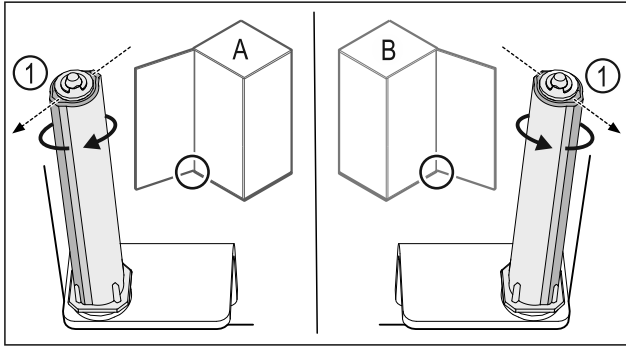

Fig. 36 Atidarymas į kairę (A) / atidarymas į dešinę (B)
- ▶ Sukite uždarymo sistemą, įveikdami pasipriešinimą, kol uždarymo sistemos pertvara Fig. 36 (1) bus nukreipta į išorę.